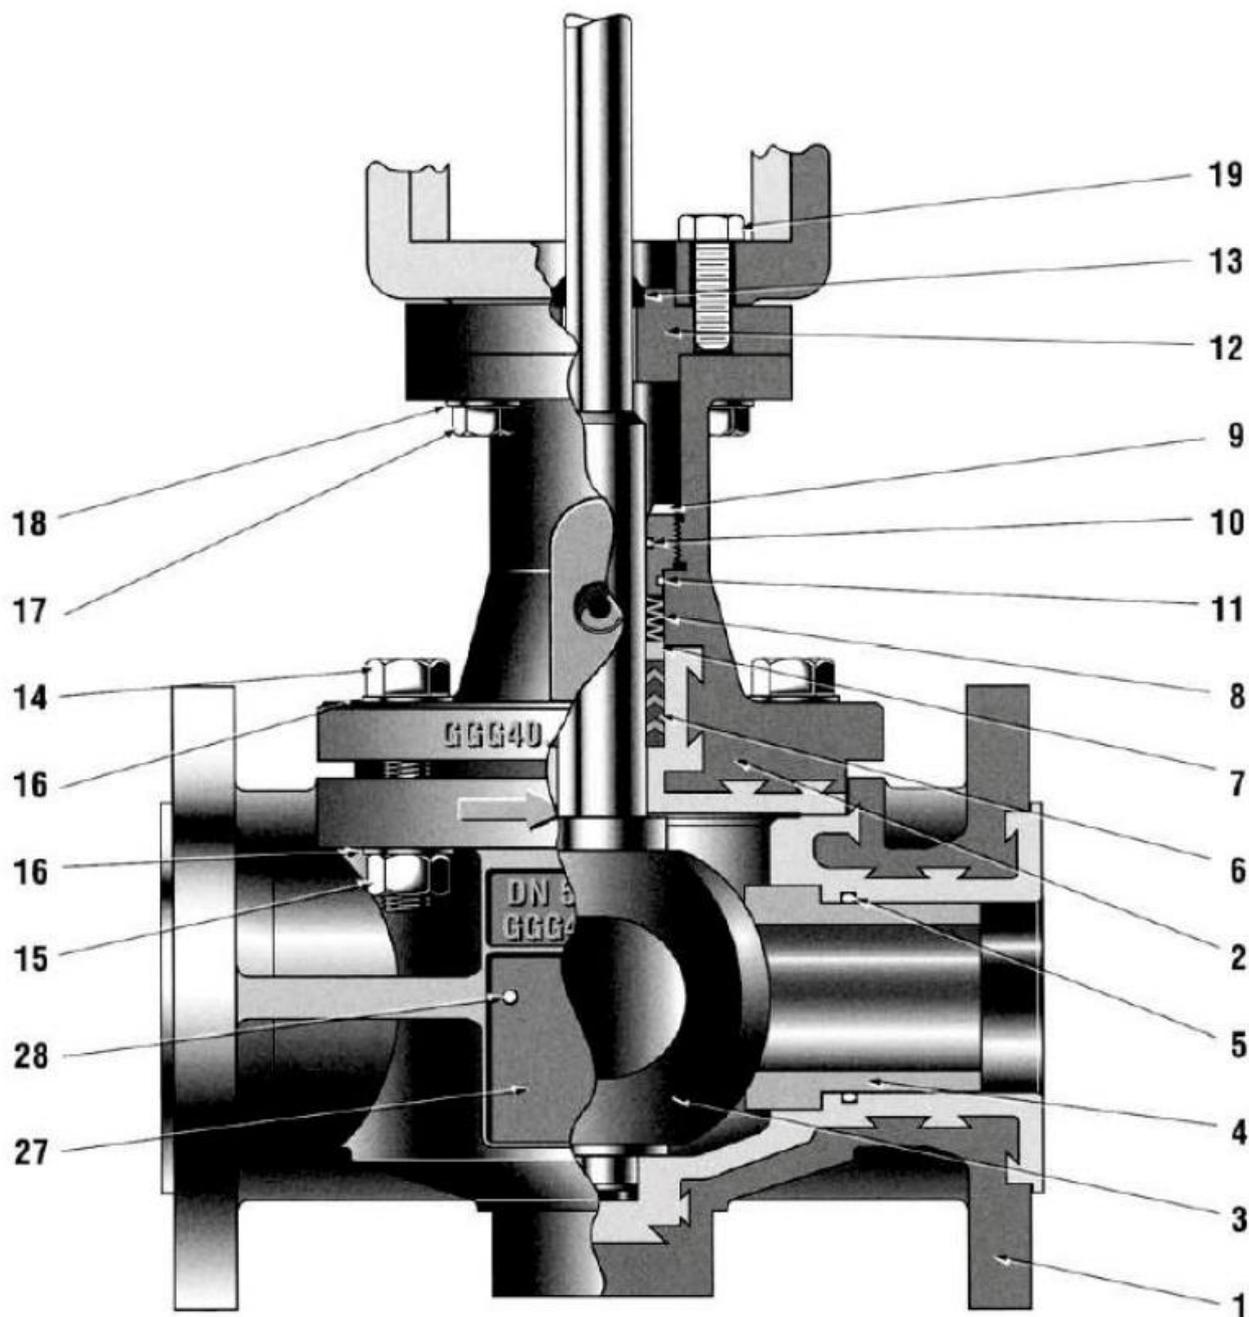

Рисунок 1 - Клапан серии 31000
1. Снимите заднюю и переднюю крышки (118 и 121) привода, ослабив винты (119). При необходимости удалите кольцо стопорное маховика (138) и шайбу маховика (139) и отвинтите маховик (141).
3. Снимите индикатор (154), кольцо стопорное оси (122) и ось рычага (124), ослабьте стяжной винт (137).
4. Сбросьте давление в камере пружины. Если клапан не оснащен позиционером, удалите винт для крышки (127) и крышку вала (126).
5. Удалите болты (19) (рис. 1) и снимите узел привода и рычаг (135).
### 15.2. Разборка корпуса клапана (рис. 1, 2 и 4)
3. Вставьте плунжер (3) в нижнее направляющее отверстие корпуса.
4. Установите крышку (2) над валом плунжера на корпус и затяните крепления (14, 15, 16) вручную.
5. Для того чтобы установить сальник в крышку (2), до упора завинтите направляющую трубку в корпус (рис. 2). Вставьте сальник (6) через конец вала в направляющую трубку до его полной установки. Убедитесь в том, что сальник установлен в соответствии с чертежами (рис. 1 и 4).
7. Установите семь дисковых пружин (8) в соответствии с рис. 1 и 4 и отвинтите направляющую трубку (рис. 2).
3. Закрепите стойку на корпусе клапана болтами (19), (рис. 1).